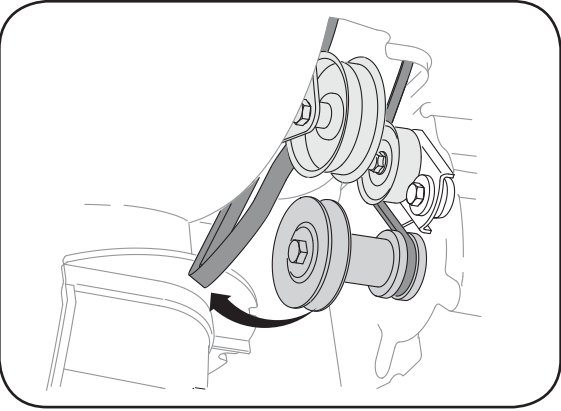

Figure 6-6
3. Dégagez la courroie de la tarrière de la poulie motrice. Voir la Figure 6-6.